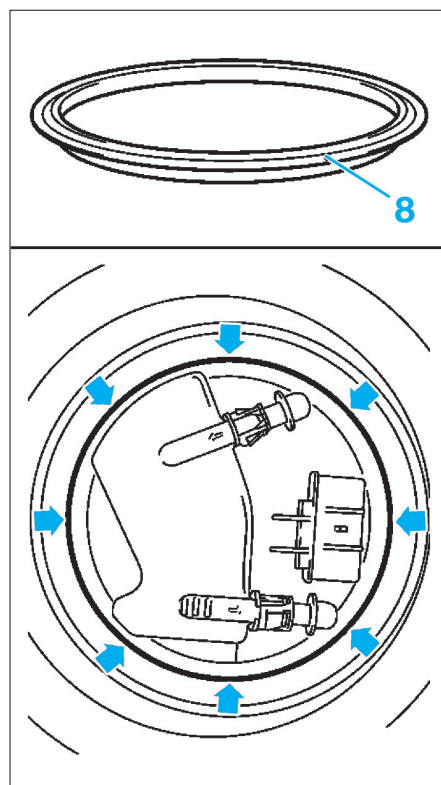

FIG. 26
- Placer un joint neuf (8) sur le bouchon de l'orifice d'entretien en respectant son sens de montage et l'humecter d'huile moteur (Fig.26).